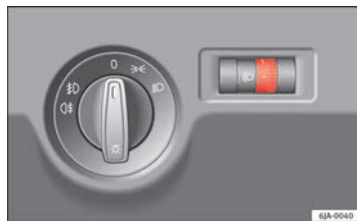

Abb. 56 Kombiinstrument: Leuchtweitenregulierung
- Drehen Sie den Schalter ⇒ **Abb. 56**, bis die gewünschte Leuchtweite der Scheinwerfer erreicht ist.